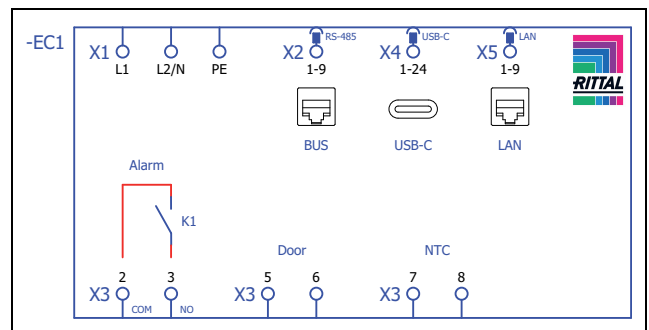
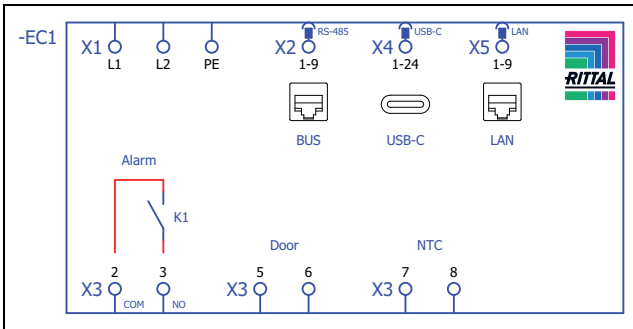

Imagen 45: Esquema de conexiones SK 3178800, SK 3178801, SK 3179800, SK 3179801, SK 3180800, SK 3184800
Imagen 46: Esquema de conexiones SK 3184840
- Utilice el conector de red de la bolsa de accesorios y realice la alimentación a red según el esquema de conexión correspondiente (imagen 45 o imagen 46).